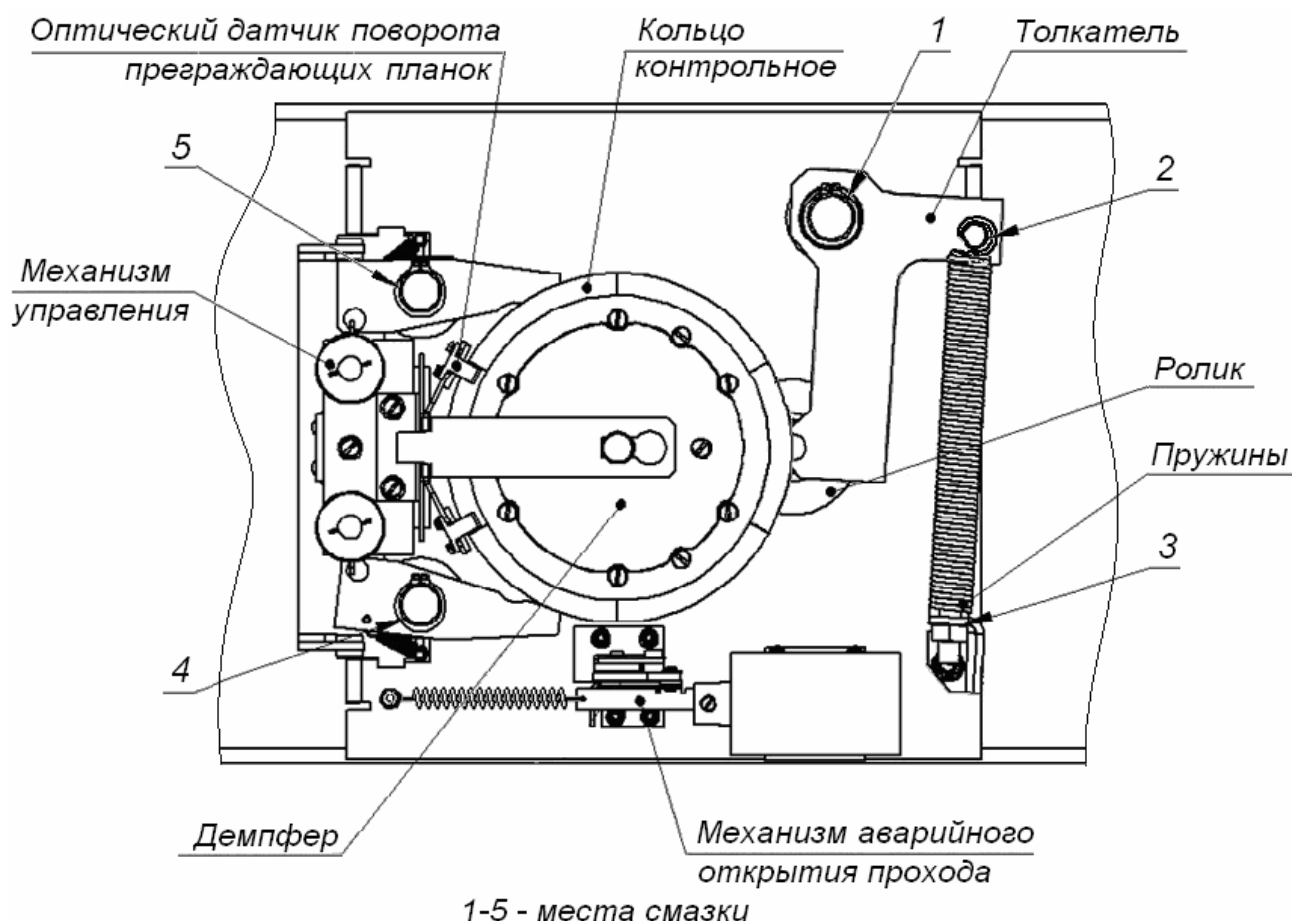

Рисунок 13. Расположение внутренних деталей и узлов стойки ЭП
4. Снимите крышку (3) в порядке, указанном в разд. 6 и положите ее на ровную устойчивую поверхность.
5. Осмотрите устройство доворота (толкатель, пружины и ролик), оптические датчики поворота преграждающих планок и демпфирующее устройство (см. рис. 13).
- смазкой **Chain and Rope Lube Spray - WEICON** оси вращения рычага толкателя (1, рис. 13) ролика и стопоров (4, 5, рис. 13);
- смазкой ШРУС-4 точки крепления пружин доворота (2, 3, рис. 13).
9. Проверьте крепление преграждающих планок (4) в шарнирных узлах турникета и, при необходимости, подтяните крепежные винты.